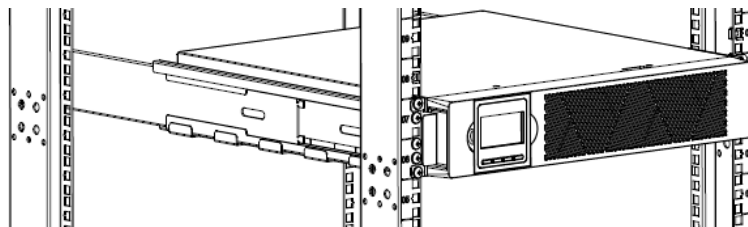

Abbildung 3: Sicherung an der Vorderseite des Gehäuses
- j) Befestigen Sie die Vorderseite der USV mit vier M5×25 Linsenschrauben und vier M5-Muttern am Rack. (siehe Abbildung 3).